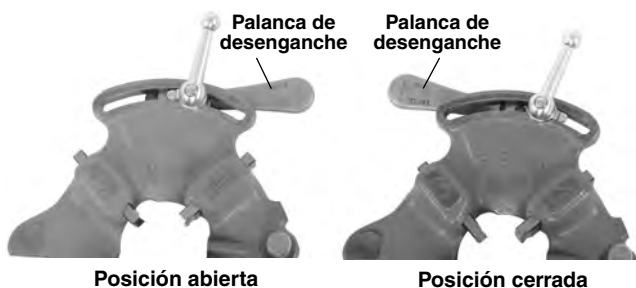

Figura 5 – Posición abierta y cerrada de la palanca
2. Coloque la palanca de desenganche en la posición OPEN (ABIERTA) (Figura 5).